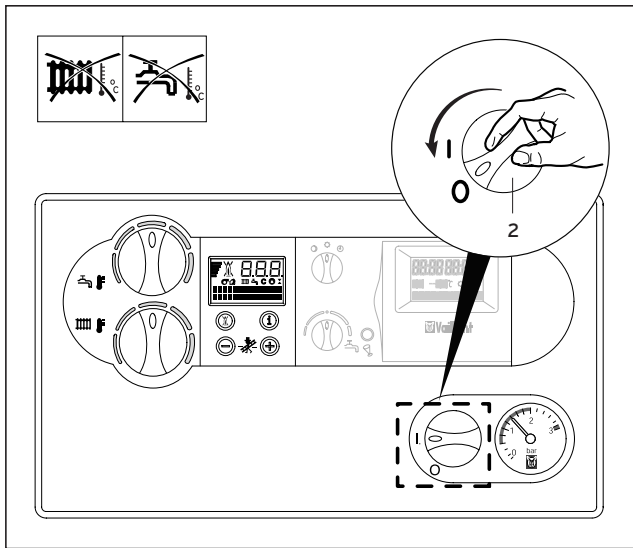

Abb. 3.14 Vollständige Außerbetriebnahme
- Drehen Sie hierzu den Hauptschalter (2) auf die Stellung „0“ (Abb. 3.14).